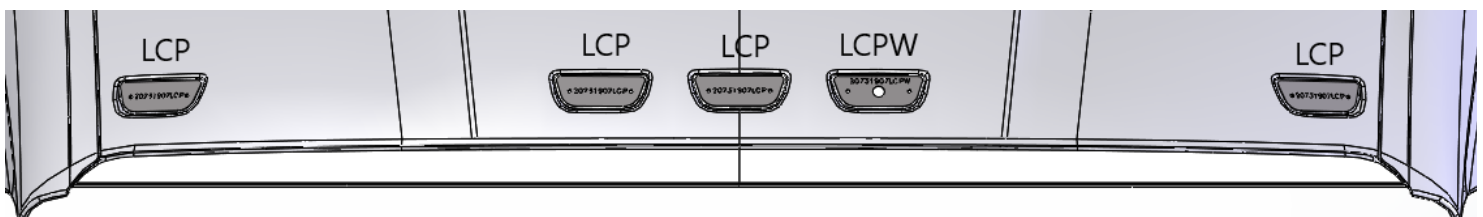

Figure 3: Light Cover Plate Locations (Perspective: Looking at Roof When Standing in Front of Truck)
8. Install the light cover plates. Refer to Fig. 3 for light cover plate locations.
8. Instale las placas cubiertas de las luces. Refiérase a la Fig. 3 para la localización de placas de cubierta.